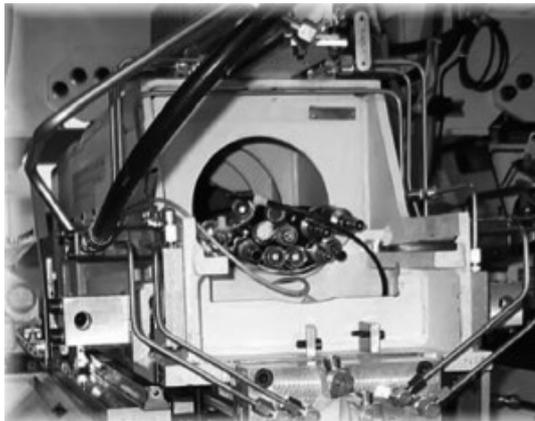

图 7 电主轴后部的管线
(3) 将主轴处于“夹紧”状态, 将机床彻底断电。
(4) 断开主轴后端的全部电缆、管线。如图 7 所示。